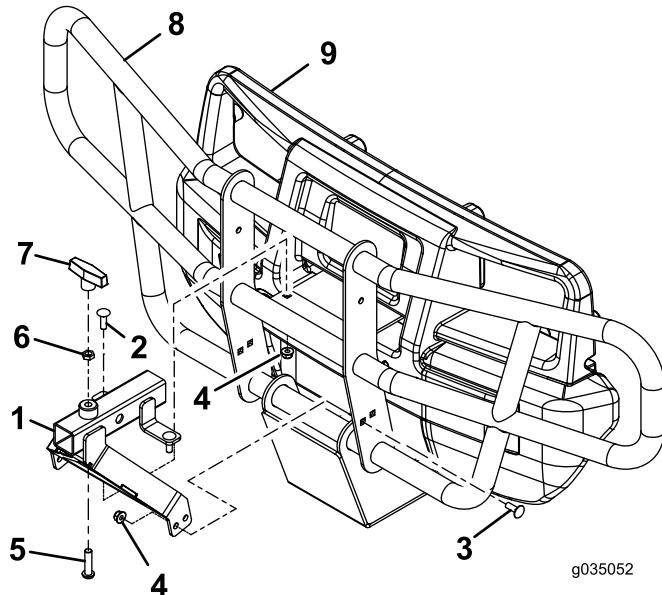

Figura 1
- Retire e diteira os dois parafusos de carroçaria existentes e duas porcas de bloqueio da proteção da escova como se mostra na Figura 1.
3. Instale, sem apertar, a união rápida frontal com dois parafusos de carroçaria (5/16" x 1") e duas porcas flangeadas (5/16") como se mostra na Figura 1.
4. Instale, sem apertar, a união rápida frontal com quatro parafusos de carroçaria (5/16" x 7/8") e quatro porcas flangeadas (5/16") como se mostra na Figura 1.
5. Instale o parafuso de cabeça de tremoço sextavado interior, porca de retenção e pega em T (Figura 1).